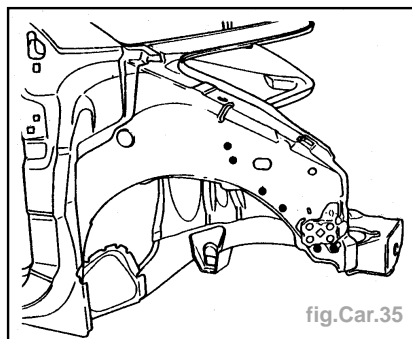

fig.Car.35
- **Liaison avec côté d'auvent (doublage de pied)** (fig Car.35).